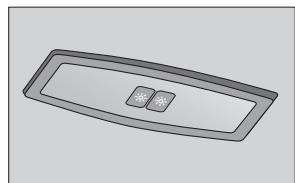

Рис. 31. Задний плафон освещения салона (в вариантом исполнении)
**В вариантом исполнении** автомобиль оборудуется задним плафоном освещения салона (рис. 31). Секции индивидуального освещения включаются раздельно справа и слева.